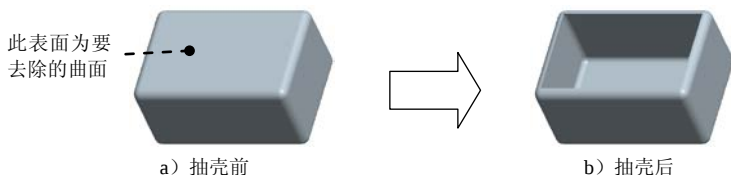

图 5.17.3 有相切的面也可以抽壳
- 在 Pro/ENGINEER 野火版 3.0 或者以前更早的版本中，有一种特例，如果将要去除的表面与相邻曲面相切，就不能选择它。例如有圆角的表面就不能选择被去除，这种情况下的解决办法是先抽壳后圆角。但是从 Pro/ENGINEER 野火版 4.0 开始，就可以解决这种问题了，即使有相切的面也可以抽壳（如图 5.17.3 所示）。